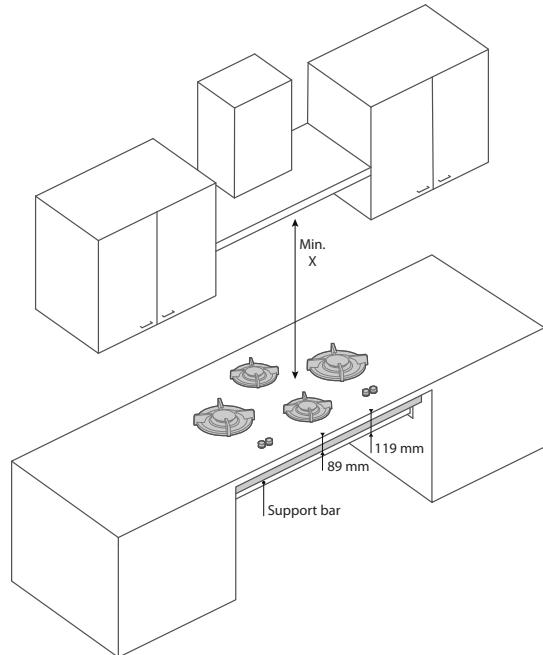

Abb. 2
- Wenn ein Kochmodul mit einem Schubladenblock kombiniert wird, beachten Sie immer die Maße des Bauteils und die Haltestange. Die Höhe der Baugruppe und Haltestange beträgt 119 mm (TS) gemessen von der Oberseite des Arbeitsblatts (Abb. 2.).
- Um ein Biegen der Arbeitsplatte zu verhindern muss im Inneren des Küchenschranks vollständig gestützt werden mit die Haltestangen (Abb. 2 und 3).